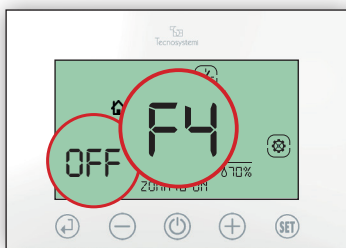

Fig.17
4.1 Verificare il lampeggio di OFF e fascia F4; premere il tasto (+) per impostare ON e confermare con (↵). (Fig.17)